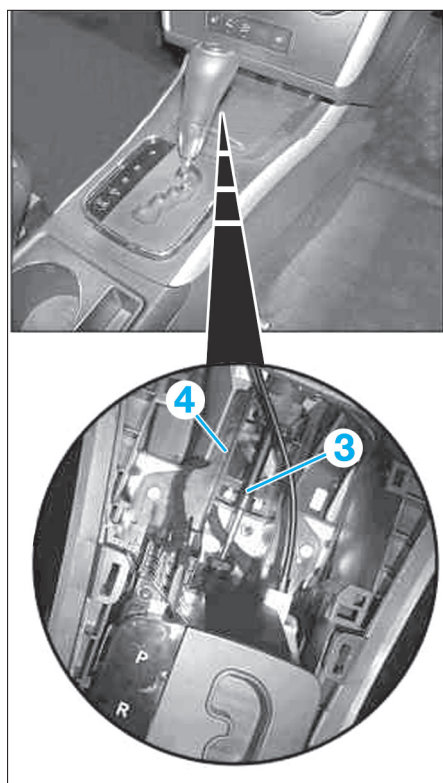

FIG. 15
- Désenclencher le câble de sélection (3) du support de palier (4) du boîtier sélecteur (Fig.15).